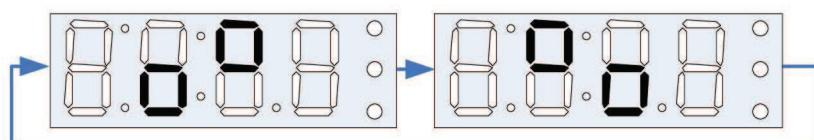

Рис. 16 – Индикация режима «Индикация СОД».
2.3.11 После регистрации прохождения очистного устройства сигнализатор переходит в режим «Индикация СОД». На индикаторе периодически мигает красный светодиод, формируется кратковременный звуковой сигнал, а на индикаторе попаременно отображаются символы, показанные на Рис. 16.